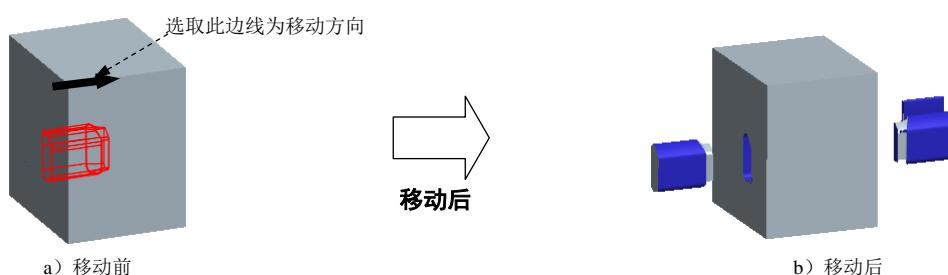

图 17.27 移动滑块
(1) 选择 模具 功能选项卡 分析 ▾ 区域中的 命令, 系统弹出 ▼ MOLD OPEN (模具开模) 菜单管理器。
(2) 在系统弹出的“菜单管理器”菜单中选择 Define Step (定义步骤) → Define Move (定义移动) 命令。
(3) 选取要移动的滑块 1。
(4) 在系统的提示下, 选取图 17.27 所示的边线为移动方向, 然后在系统的提示下输入要移动的距离值 -250, 然后按回车键。
(5) 在 ▾ DEFINE STEP (定义步骤) 菜单中选择 Define Move (定义移动) 命令。
(6) 选取要移动的另一个滑块。
(7) 在系统的提示下, 选取图 17.27 所示的边线为移动方向, 然后在系统的提示下输入要移动的距离值 250, 然后按回车键。